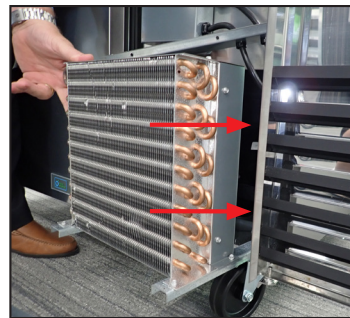

Fig. 7. Remettez le condenseur en place en le glissant avec précaution et remettez en place les boulons et les pattes de retenue de serpentin.
9. Remettez le compresseur en place en le glissant et revissez les boulons. Voir Fig. 7.